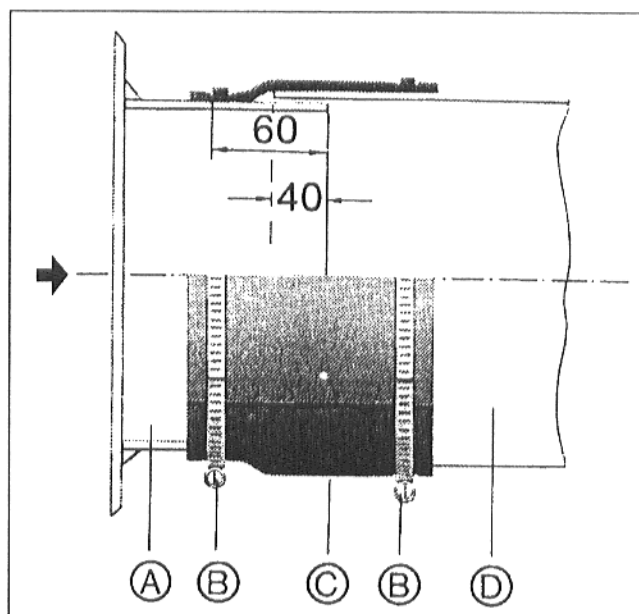

Fig. 4
- Pousser les colliers de fixation (B) sur le tuyau d'évacuation des fumées (D).
- Engager le tube de fumées (D) d'environ 40 mm sur la buse des fumées de la chaudière (A).
- Mettre la manchette d'étanchéité (C) en place.
- Faire glisser les colliers de fixation (B) sur la manchette d'étanchéité et les serrer (Fig. 4).